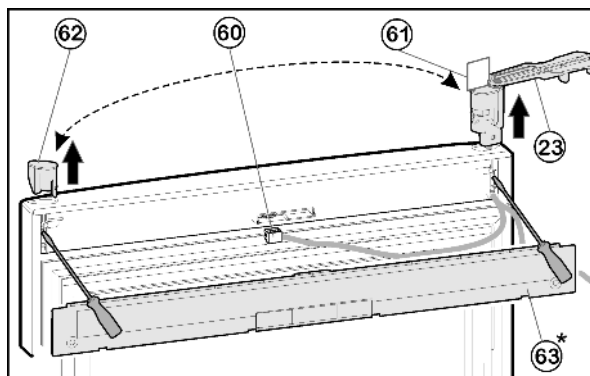

Fig. 11
- ▶ Avvitare la copertura Fig. 11 (63) alla porta con il cacciavite.
- ▶ Estrarre la spina Fig. 11 (60).
- ▶ Nella porta superiore ruotare il blocco di supporto Fig. 11 (23) verso l'esterno parallelamente al bordo della porta.
- ▶ Spingere fuori il blocco di supporto Fig. 11 (23) utilizzando un cacciavite dal basso e rimuoverlo completamente con il cavo dalla porta.
- ▶ Spingere fuori dal basso il tappo Fig. 11 (62) utilizzando un cacciavite e infilarlo sull'altro lato.
- ▶ Infilare il cavo del blocco di supporto Fig. 11 (23) sul lato opposto e inserire il blocco di supporto.
- ▶ Togliere la sagoma Fig. 11 (61) e fissare nel blocco di supporto.
- ▶ Inserire la spina Fig. 11 (60).
- ▶ Innestare la copertura Fig. 11 (63) nella porta.